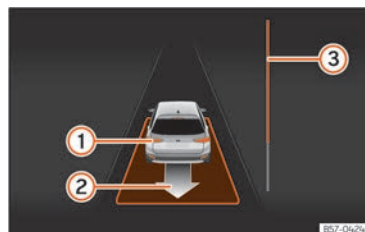

Fig. 127 En la pantalla del cuadro de instrumentos: desaparcarse de un hueco en línea.
- Retroceda hasta que suene la señal continua del ParkPilot; **O BIEN:** dé marcha atrás hasta que en la pantalla del cuadro de instrumentos aparezca la indicación de dar marcha adelante. La barra de progreso **»»** fig. 127 **3** indica la distancia que hay que recorrer.